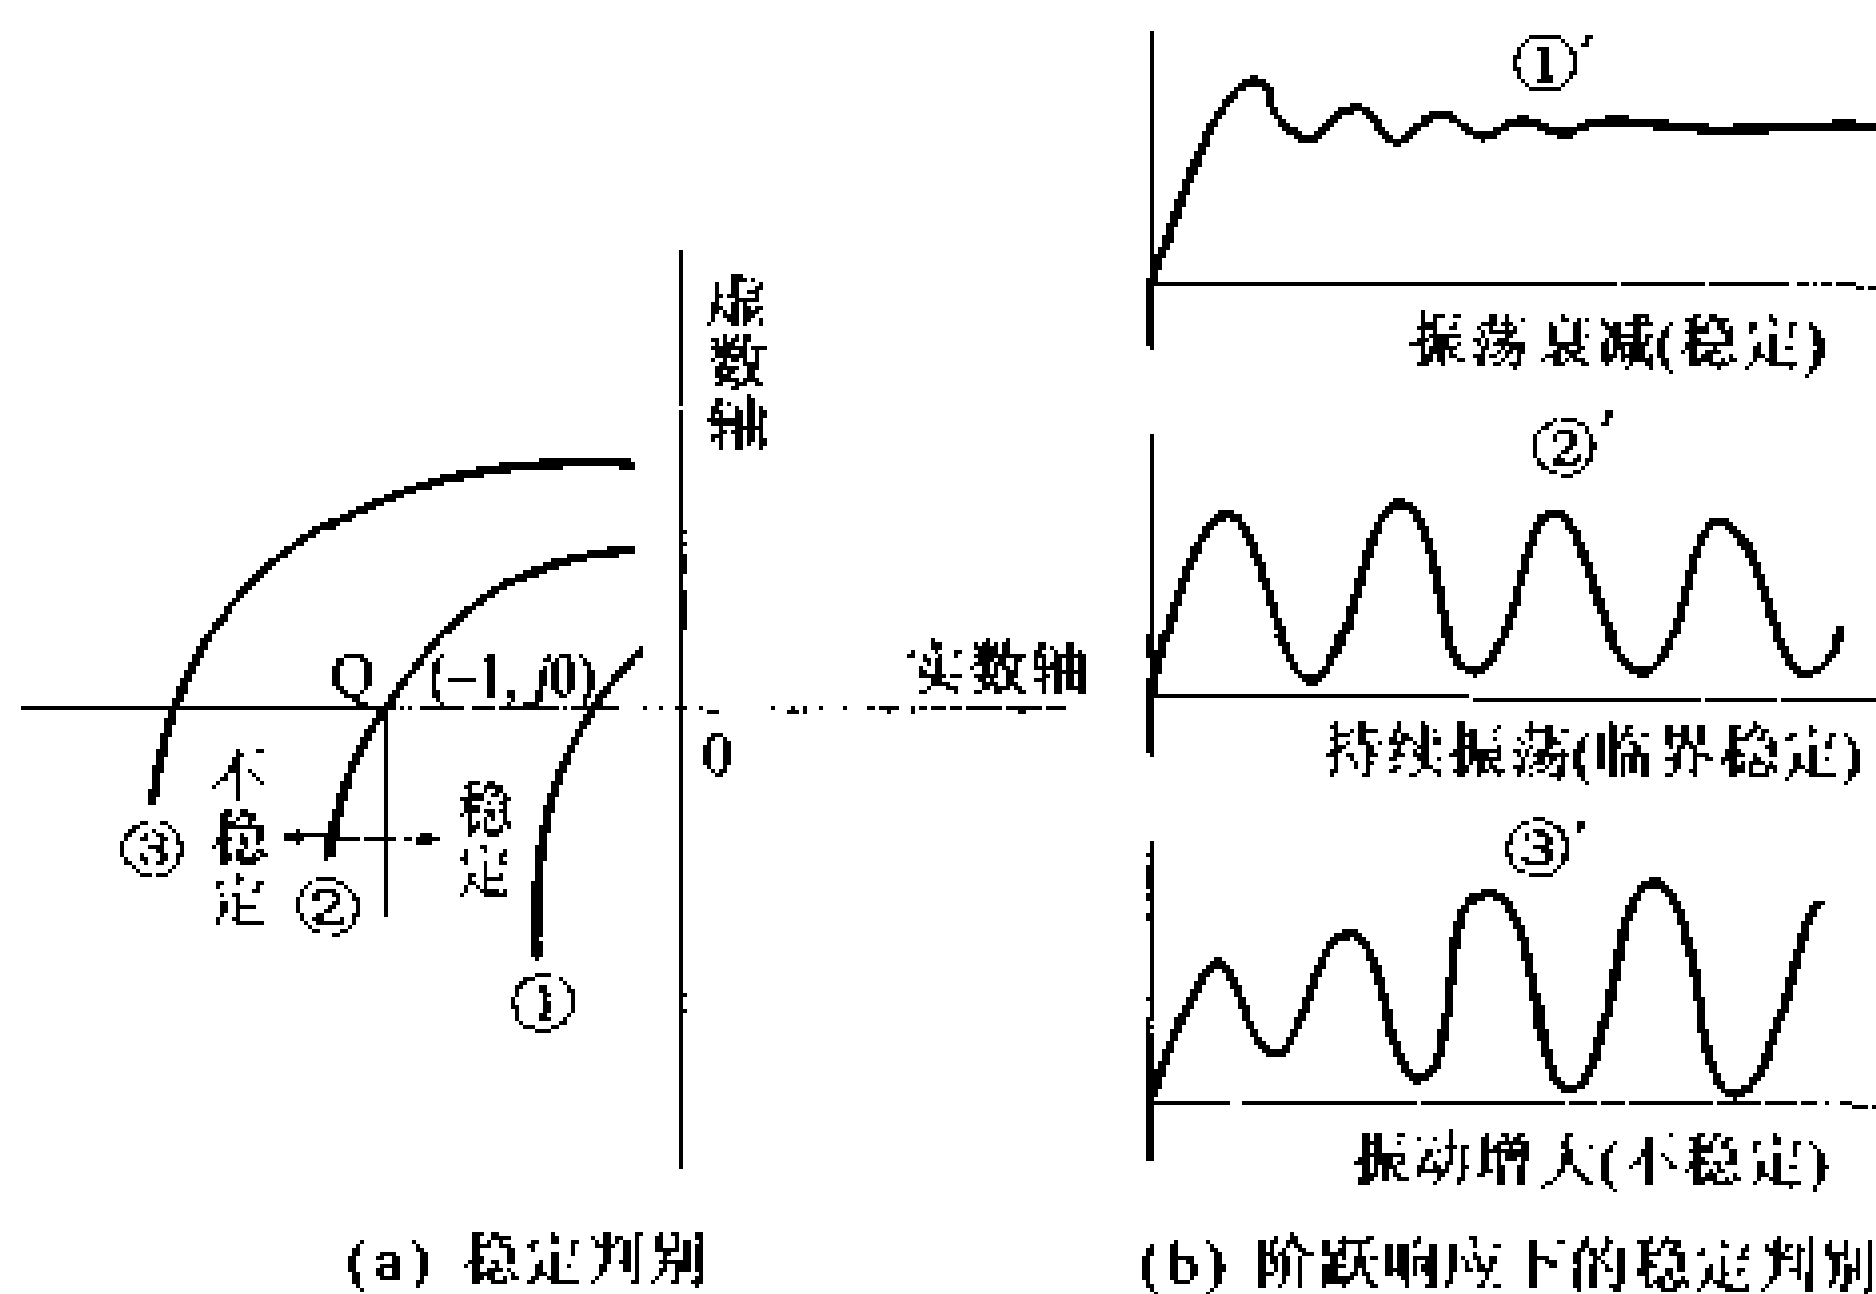

图 7.54 奈奎斯特图和阶跃响应
将开环频率传递函数的矢量轨迹,像图 7.54(a)所示那样描绘在复数平面上。如果轨迹通过实轴上的 Q 点( $-1, j0$ )的右侧,控制是稳定的,而轨迹通过 Q 点的左侧,控制是不稳定的。如果轨迹通过 Q 点上,那么 Q 点就应该是稳定临界点(即稳定和不稳定的分界点)。这一判别法就是奈奎斯特稳定判别法。和阶跃响应(b)相对应的,分别是图 7.54 的曲线①和①',②和②',③和③'。